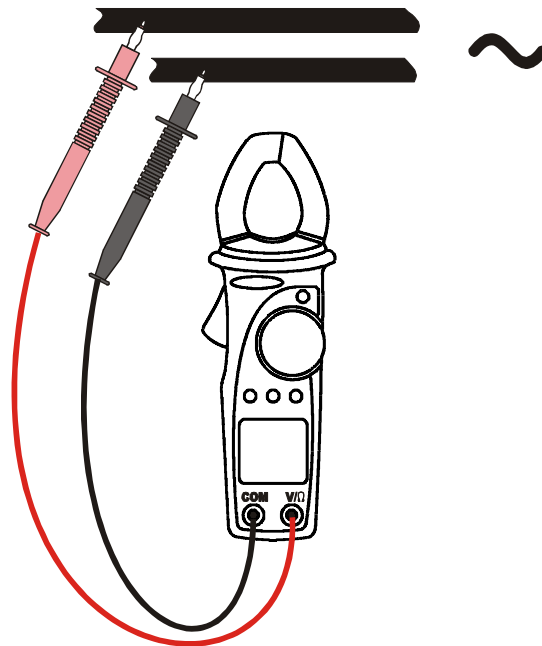

Abb. 4: Die Anwendung der Zange für AC Spannungsmessung.
2. Verbinden Sie die Meßleitungen mit den Eingangsbuchsen, der rote Stecker mit der V /Ω Buchse, und den schwarzen Stecker mit der COM Buchse. (s. Abb. 4).